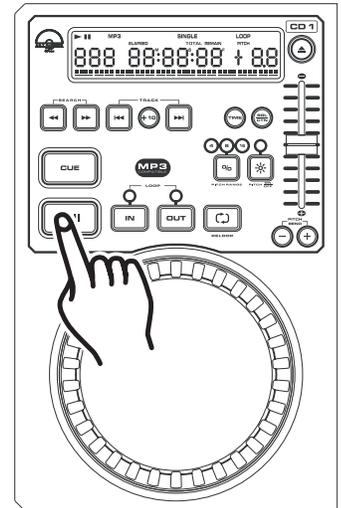
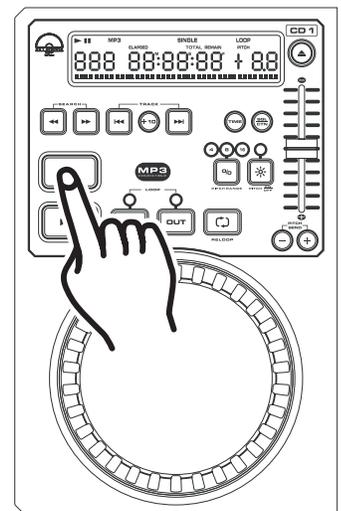

Figura 10
Figura 11
### 3. INICIO DE LA REPRODUCCIÓN - Figura 10
### 4. PAUSA - Figura 10
Esta función permite pasar una pista cuadro por cuadro y así encontrar y establecer un punto de referencia, muestra o rulo. Para emplear esta alternativa primero se debe pasar a modo de pausa (ver sección 4) o modo de referencia (ver sección 8) y a continuación girar la rueda de búsqueda JOG WHEEL (9) para desplazarse a través de una pista (Figura 12). Al girar la rueda en el sentido de las agujas del reloj, la búsqueda por cuadros se realiza hacia adelante; por el contrario, si la rueda se gira en sentido inverso al de las agujas del reloj, la búsqueda por cuadros se realiza hacia atrás. Cuando se utiliza la rueda de búsqueda JOG WHEEL (9), la función de monitoreo (nivel de auricular) permite oír los cuadros que se van pasando. Una vez encontrado el punto de inicio deseado, puede establecerse un punto de referencia (inicial) presionando el BOTÓN PLAY/PAUSE (11), como se indica en la Figura 10. Al pulsar el BOTÓN CUE (12), como se ilustra en la Figura 11, se vuelve al punto que inicial que acababa de fijarse.